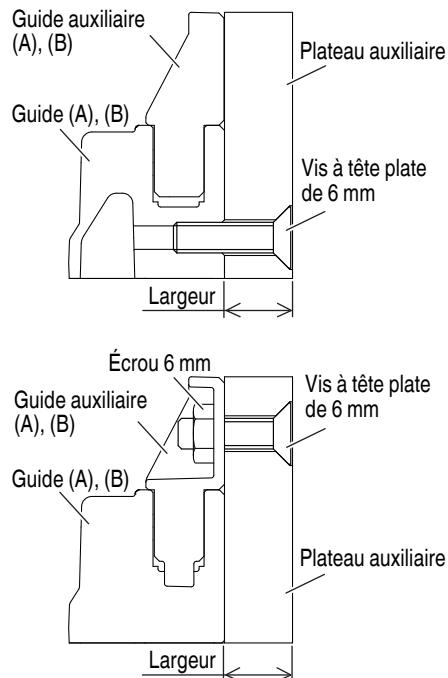

Fig. 31
4. Coupe de pièces étroites (Coupe verticale) (Fig. 31)
5. Coupe de pièces volumineuses (Fig. 31)
Il peut arriver que la coupe ne puisse pas s'effectuer complètement en fonction de la hauteur de la pièce. Dans ce cas, monter une planche auxiliaire à l'aide des vis à tête plate de 6 mm et des écrous de 6 mm en utilisant les orifices de 6.5 mm de la surface de la garde (deux orifices de chaque côté). (Fig. 31)